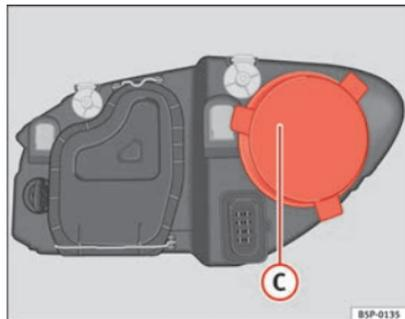

Fig. 192 Máximos
- Retirar a tampa ⇒ Fig. 192 2, puxando-a.